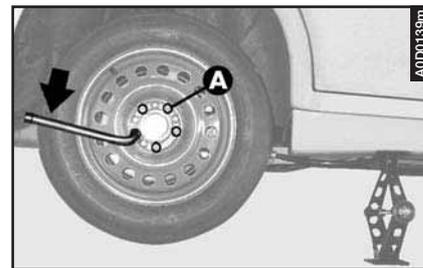

fig. 16
– Svitare completamente i bulloni di fissaggio (**A-fig. 16**) e rimuovere la ruota.